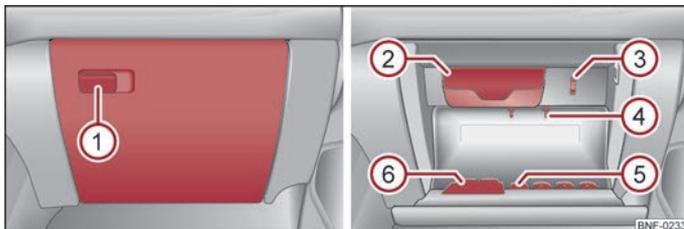

Fig. 47 Plancia: Vano portaoggetti lato passeggero
– Per aprire, tirare la leva di apertura (1) ⇒ fig. 47.